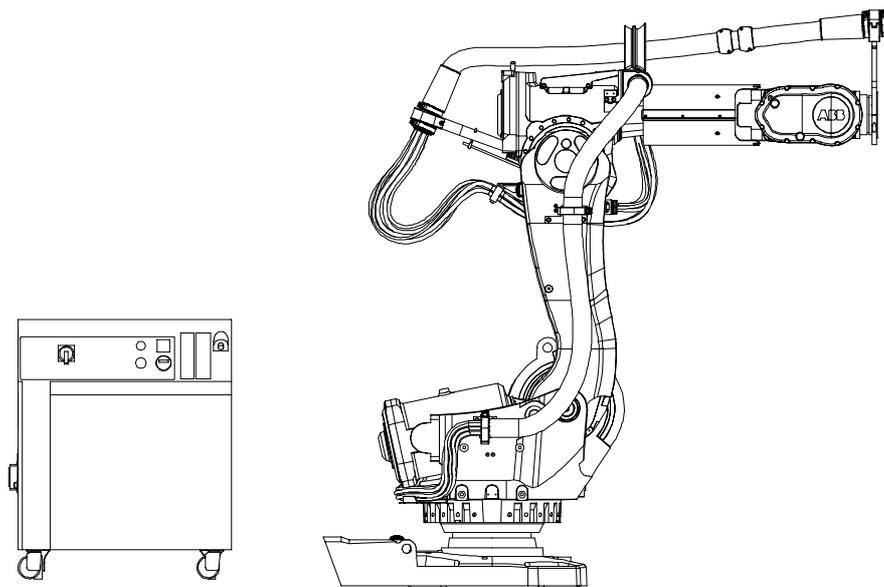

Figure 44 DressPack type H pour modules principaux IRB 6600/6650/7600
La variante Type H est conçue pour l'application de manutention de matériaux (MH). La Figure 44 représente les modules inclus. Les configurations disponibles, accompagnées des numéros d'option correspondants, sont décrites ci-dessous.